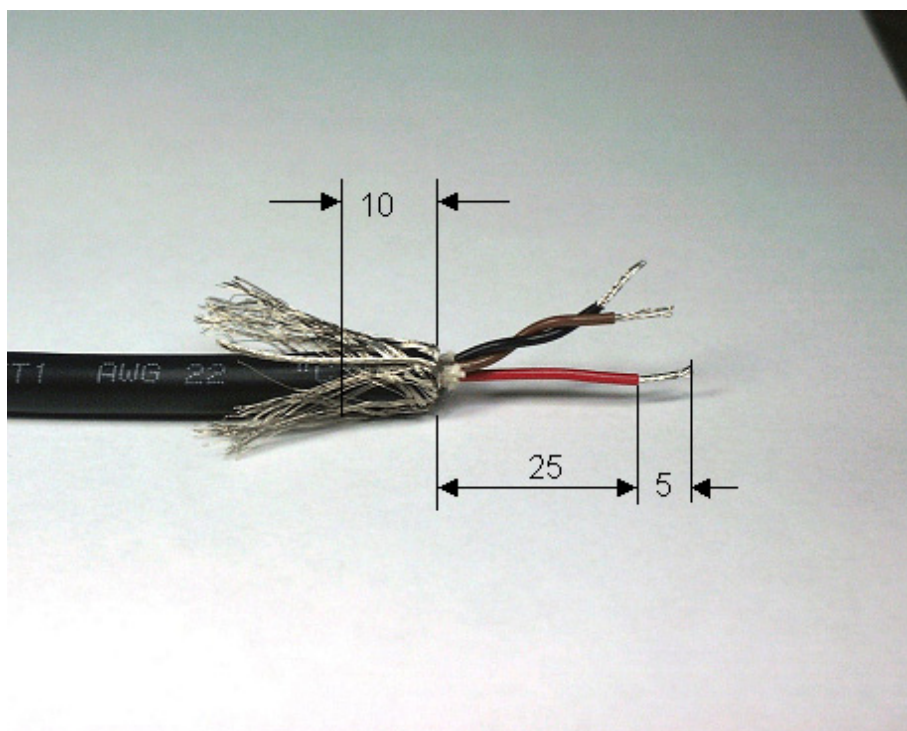

Fig. 8.1. Prepara el cable
Como ejemplo del uso de núcleos trenzados de 2 X 2 hilos (Fig 8.1):
- Cortar la cubierta protectora trenzada a 10 mm del extremo como se muestra en la Fig. 8.1.
- Cortar el aislamiento exterior aprox. 40mm desde el final del cable y tirar hacia atrás la cubierta protectora trenzada (como se muestra en la Fig. 8.1).
- Cortar la cubierta protectora trenzada a 10 mm del extremo (ver Fig. 8.1.)